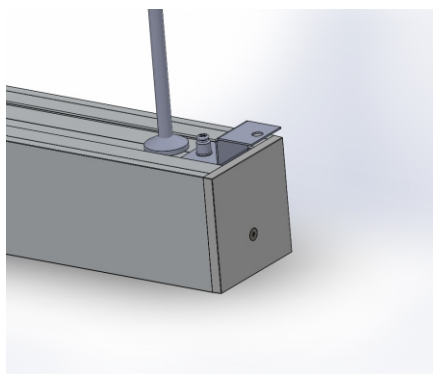

Рис.5
7. Вставить кабельный ввод в отверстие светильника. Расположить крепежные элементы по краям светильника до упора о пластиковую заглушку с обеих сторон и затянуть стопорные винты на крепежных элементах. (Рис.5)